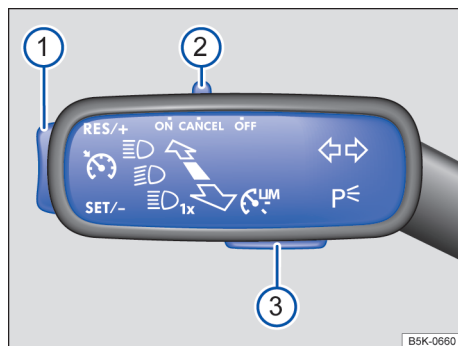

Fig. 125 No lado esquerdo da coluna de direção: interruptor e botões para comandar o limitador de velocidade.
- Desloque o interruptor → Fig. 125 (2) para a posição **ON** ou pressione o botão (3).